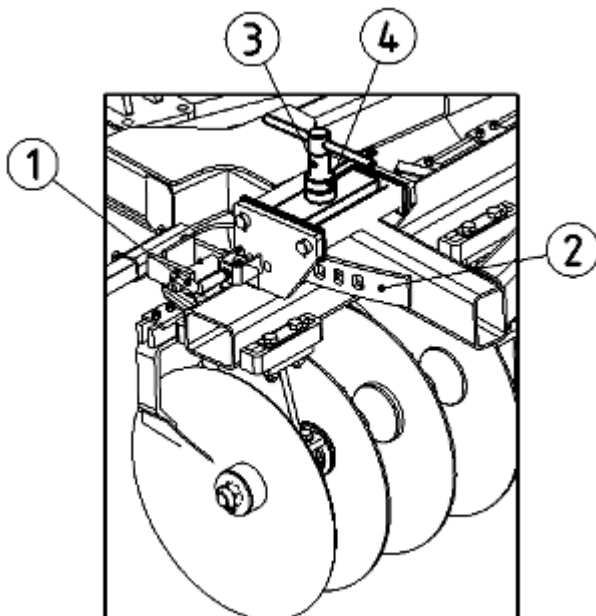

Рисунок 24.
Регулировка угла атаки батарей дисков осуществляется при помощи секторов (2), имеющих регулировочные отверстия (рис. 24).